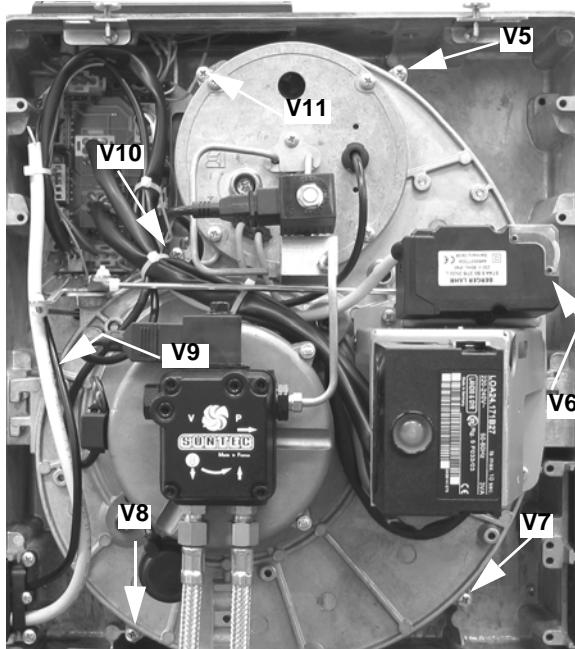

Рис. 52
- Снять 7 винтов V5 - V10, которые крепят компонентную пластину (Рис. 52).
- Установить на место компонентную плиту и закрепить ее 7-ю винтами V5 - V11 (Рис. 52).